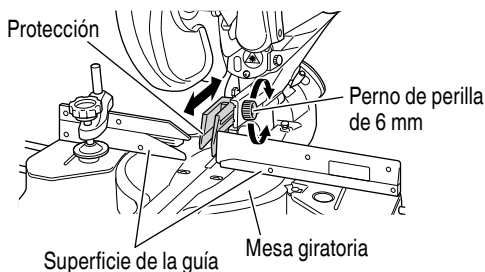

Fig. 21
7. Ajuste el protector (Fig. 21)
En algunos casos, al girar la mesa giratoria, podría suceder que el protector sobresalga de la superficie del tope-guía. Afloje el perno de perilla de 6 mm y empuje el protector hacia la posición de retracción. Nunca permita que el protector inferior se eleve mientras está girando la cuchilla de sierra. Cuando corte a un ángulo de 45° hacia la derecha o más, deslice el protector hacia atrás. (Fig. 21)